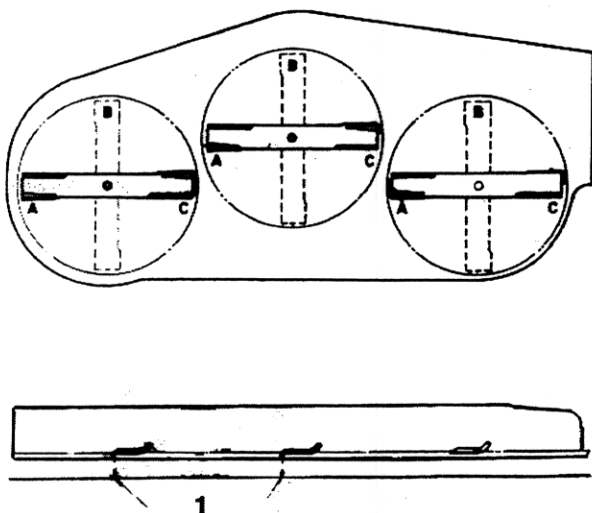
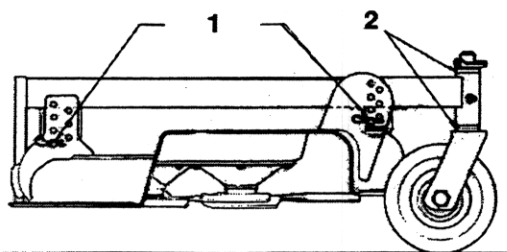

Figure 8
Figure 9
1. S'assurer que les axes de chape de hauteur de coupe avant sont bien appuyés sur les tampons du châssis (Fig. 9).
2. Augmenter la hauteur de coupe à 89 mm ou 102 mm (Fig. 9).
4. Placer les trois lames à la position "A" (Fig. 8) et mesurer la distance entre la surface plane et le bas de l'extrémité de chaque lame (Fig. 8).
5. Noter la dimension mesurée à la position "A". Tourner les lames à la position "B" (Fig. 8) et mesurer la distance entre toutes les lames et la surface plane. Noter les dimensions (Fig. 9).
6. Tourner les lames à la position "C", mesurer la distance et noter la dimension obtenue (Fig. 8, 9).
- A. Pour les unités de coupe qui fonctionnent normalement avec une hauteur de coupe de 25 à 51 mm, le bord inférieur doit être relevé. Enlever la goupille qui fixe la roue pivotante à l'extrémité inférieure (Fig. 9) et déposer l'ensemble roue.
- C. Si l'unité de coupe fonctionne normalement avec une hauteur de coupe de 51 à 102 mm, abaisser le côté supérieur de l'unité de coupe. Enlever la goupille de la roue à l'extrémité supérieure de l'unité et déposer l'ensemble roue (Fig. 9).